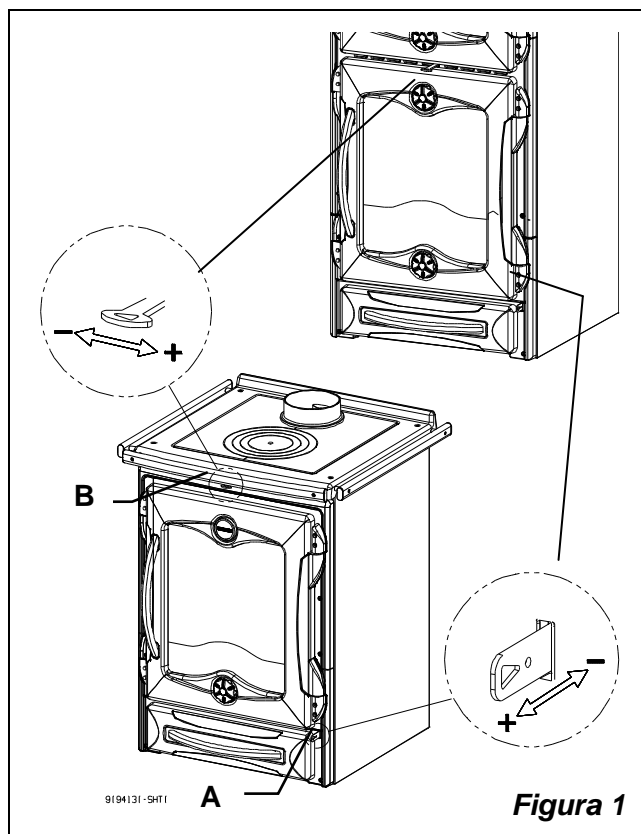

Figura 1
**(LEVA INFERIORE)** Sulla parte inferiore destra della facciata si trova la leva di comando del registro aria primaria (Figura 1 pos.A). Con questo registro viene regolato il passaggio d'aria nella parte bassa della cucina attraverso il cassetto cenere e la griglia in direzione del combustibile. L'aria primaria è necessaria per il processo di combustione in fase di accensione. Il cassetto cenere deve essere svuotato regolarmente in modo che la cenere non possa ostacolare l'entrata d'aria. Attraverso l'aria primaria viene anche mantenuto vivo il fuoco.
**(LEVA SUPERIORE)** Sulla parte superiore della facciata si trova il registro aria secondaria (Figura 1 pos.B). Questo registro deve essere aperto (quindi spostato tutto a destra) in particolare per la combustione di legna (vedi paragrafo 10).